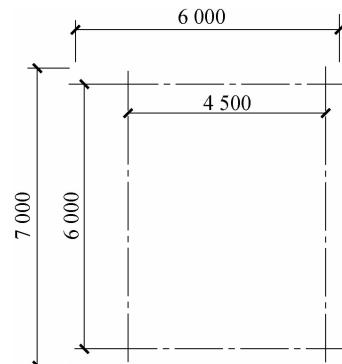

图 4-37 绘制轴网
(2)根据图 4-32 中建筑图的尺寸,使用“直线”命令绘制轴网,如图 4-37 所示。